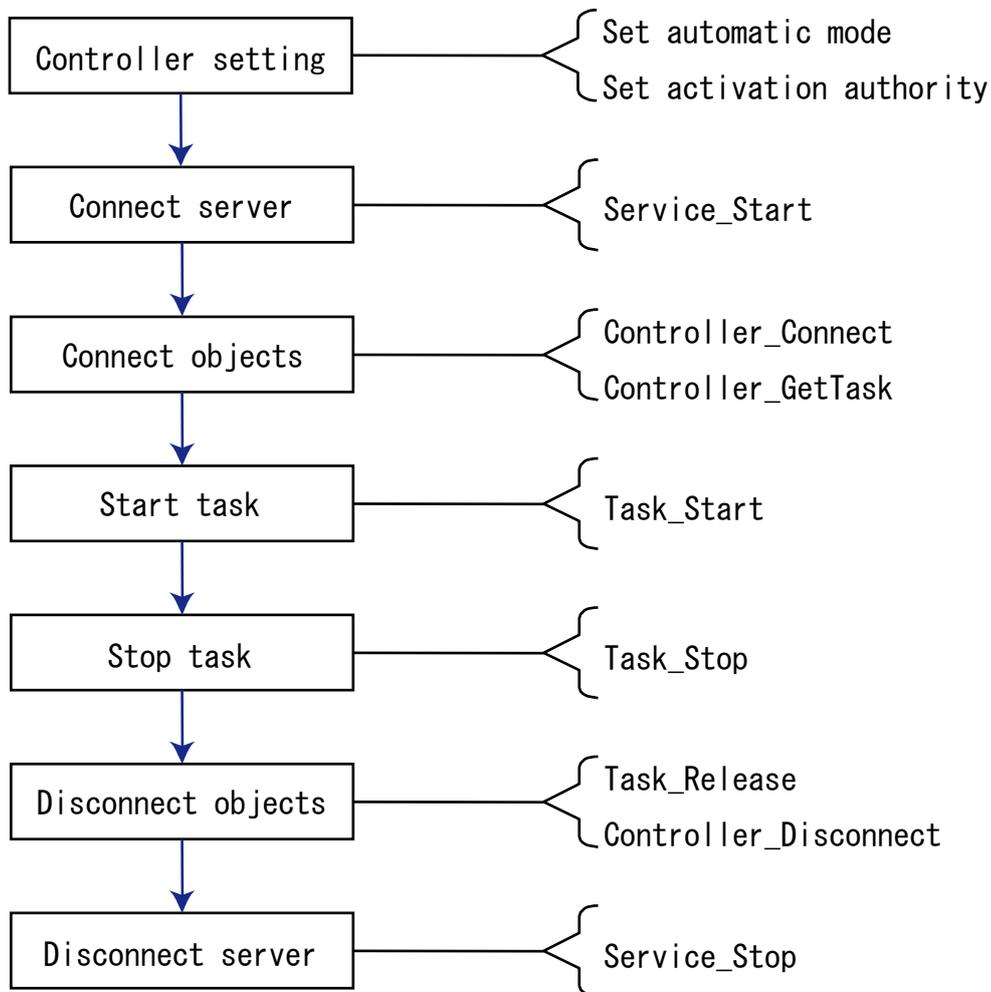

図 4-2 タスク制御の流れ
5. タスク制御を行うには、図 4-2 に示す処理を行います。タスクを起動するには、コントローラが自動モードになっている必要があります。またコントローラの起動権の設定をクライアント PC の IP に設定してください。詳しくは「2.安全上のご注意